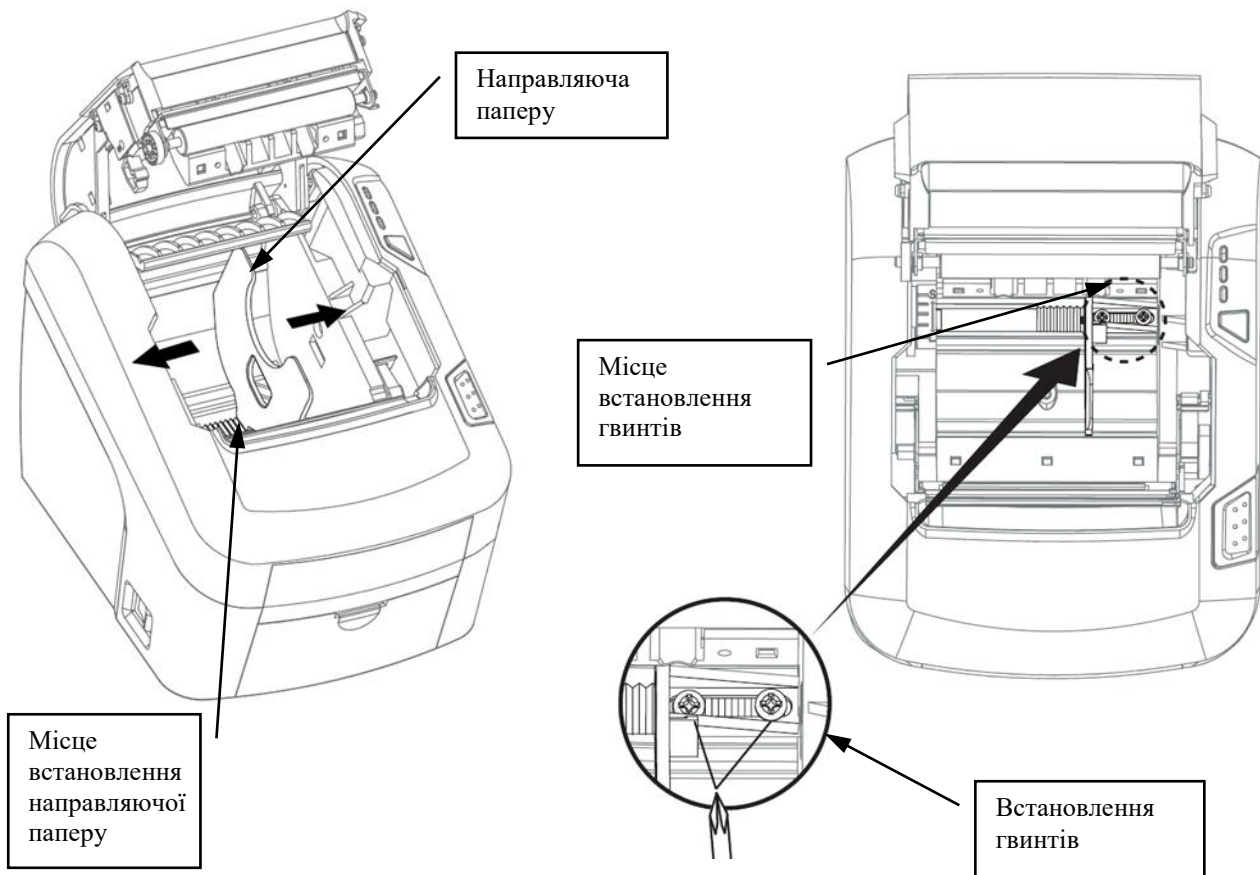

Рисунок 11 – Зміна ширини паперу
- перемістити направляючу паперової стрічки вліво та встановити її напроти отворів для гвинтів – виступи знаходяться в ніші для чекової стрічки (рисунок 11);
- закріпити направляючу паперової стрічки гвинтами (рисунок 11);